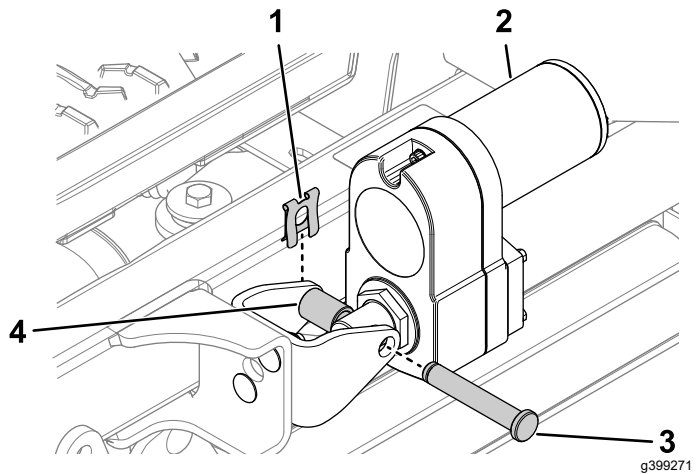

Figure 19
3. Fixez l'actionneur à son support avec l'axe de chape, l'entretoise en aluminium et le clip à goupille, comme montré à la Figure 19.